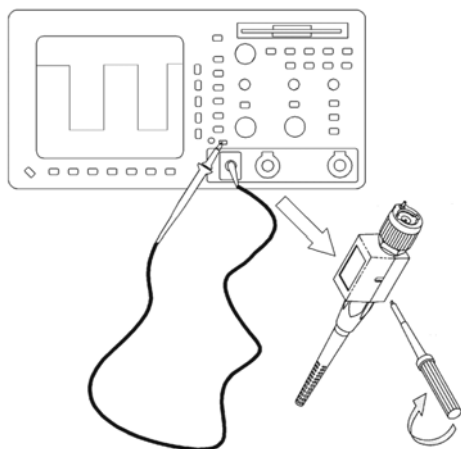

图1.10. 在探头头部或在补偿设备上进行探头补偿调节,其中补偿设备连接到示波器输入上。
2. 把探头尖端连接到示波器前面板上的探头补偿测试点(参见图 1.10)。